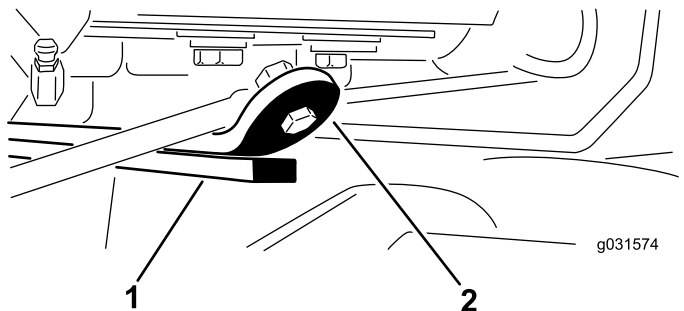

Figura 15
3. Pornii motorul, ridicai unitățile de tăiere i asigurai-vă că spaiul dintre cureaua anti-uzură de pe partea superioară a barei de uzură a unității de tăiere din spate i cureaua opritorului este de 0,51 până la 2,54 mm, aa cum se arată în Figura 15.